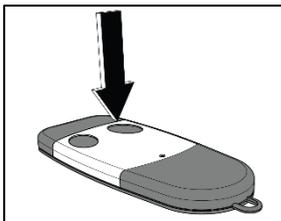

Abbildung 34: Gehütfunktion, Fernbedienung
1. Um die Gehütfunktion zu verwenden, den rechten Taster der Fernbedienung drücken, siehe *Abbildung 34: Gehütfunktion, Fernbedienung*.